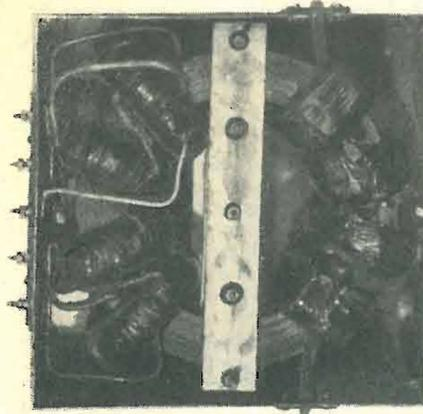

Fig. 9. - Trasformatore a forte flusso disperso
- trasformatori con bobine primarie separate dalle secondarie da ponti di fuga del flusso per i tipi a forte flusso disperso (saldatrici, trasformatori per tubi al neon ecc.) foto fig. 9;